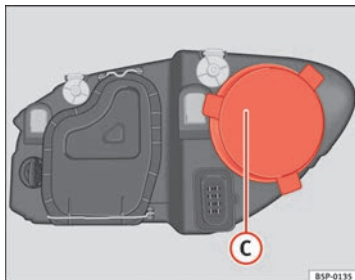

Fig. 192 Feux de route
- Retirez le cache ⇒ fig. 192 C en tirant dessus.